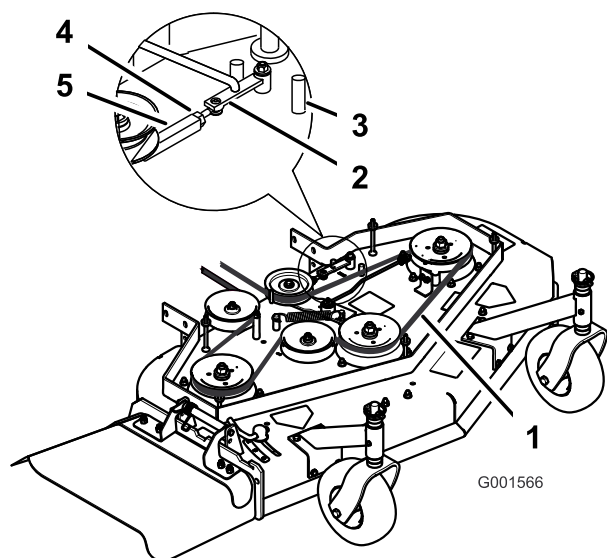

Figura 50
3. Afloje la contratuerca del tensor (Figura 50).
4. Gire el tensor hacia la parte trasera del cortacésped para aumentar la tensión de la correa. Gire el tensor hacia la parte delantera del cortacésped para reducir la tensión de la correa (Figura 50).